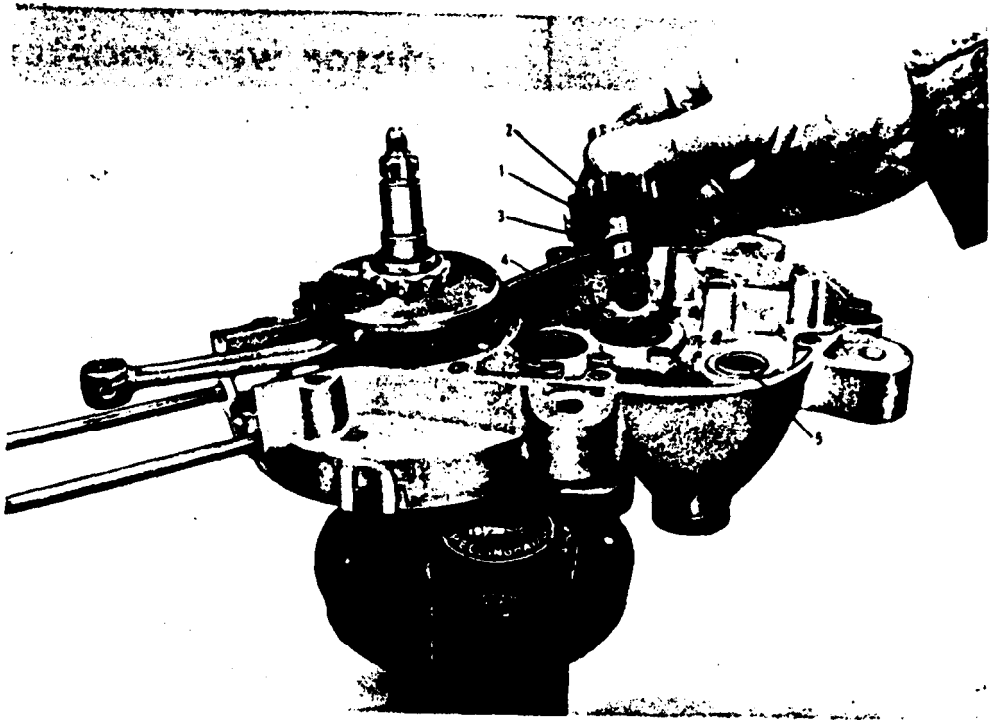
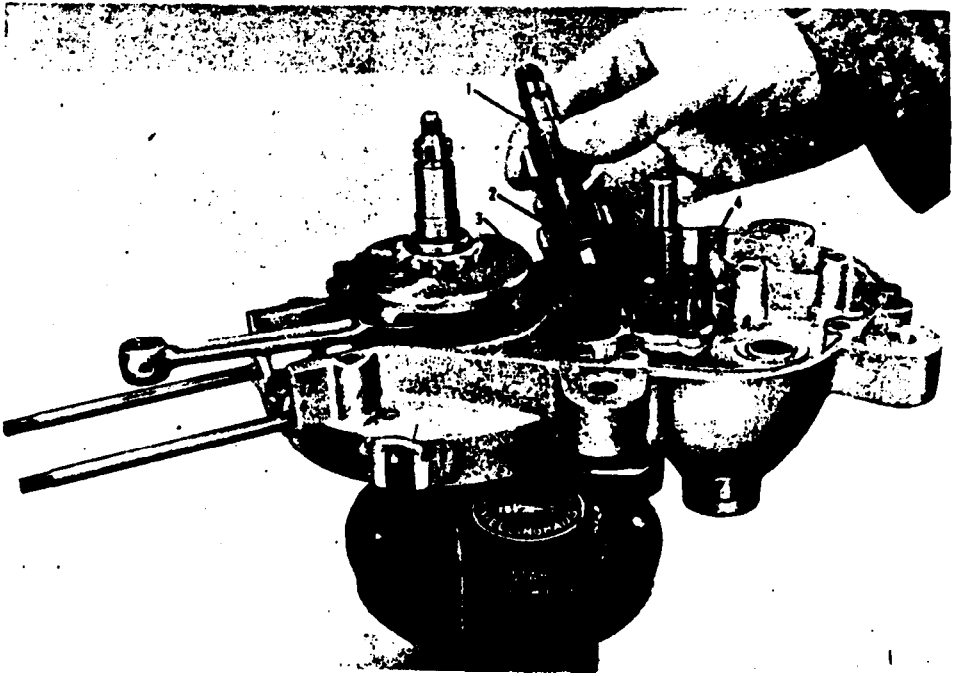
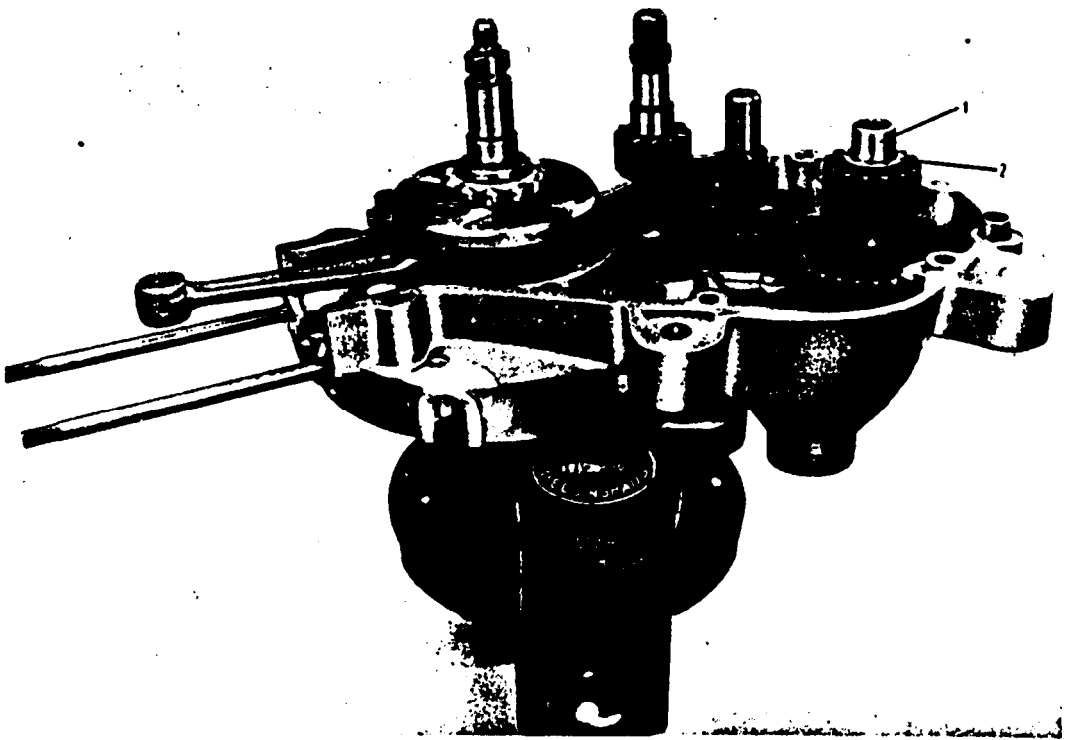

Fig. 19. Montage aandrijfas 2 versn.
Fig. 21. Montage tussenas 2 versn.
Fig. 23. Plaatsen starttussenas
- 1 Tweede versnelling standwiel (fig. 19/2) vanaf de draadzijde van de aandrijfas (fig. 19/1) met de nokken (fig. 21/4) in de richting van de gleuven in de as, op de as schuiven.
Vulring (fig. 19/3) met de borst naar buiten, op de as plaatsen tegen het tandwiel en dan het geheel in het rollager plaatsen. (fig. 19/4).
- 2 Op tussenas (fig. 21/1) vulring met borst (fig. 21/2) naar buiten plaatsen en de as in het rollager (fig. 21/3) steken.
- 3 Vulringen (fig. 23/2) op de starttussenas (fig. 23/1) leggen (aan weerszijde een) en de as in het geoliede witmetalen lager (fig. 19/5) plaatsen.